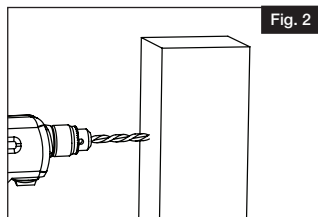

Fig. 2
- c.) Drill 3/8" pilot holes 3" deep in both marks (Fig. 2).
- Percer des avant-trous de 3/8 po (9,5 mm) de profondeur sur les deux marques (Fig. 2).
- c.) Taladre agujeros guía de 3/8" a 3" de profundidad en ambas marcas (Fig. 2).